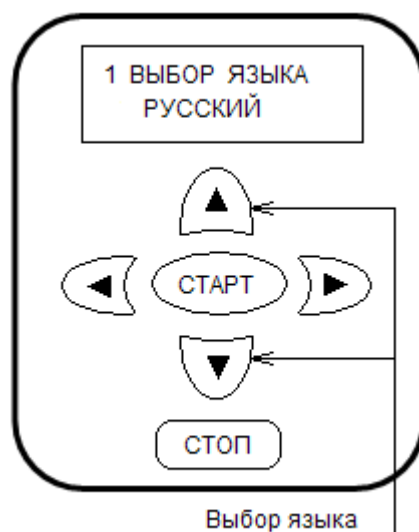

Рис. 34.
- кнопками «БОЛЬШЕ», «МЕНЬШЕ» выбрать нужный язык, см. рис. 34.